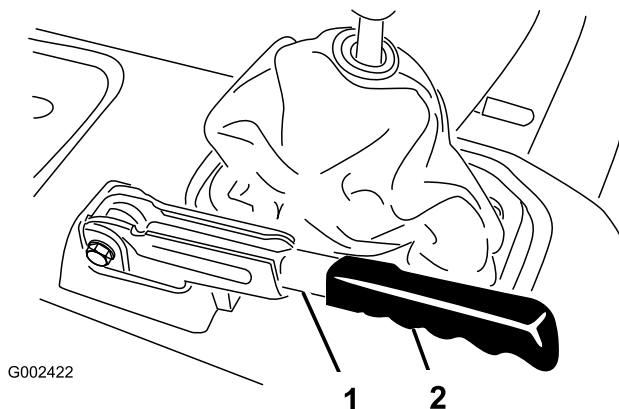

Figure 60
1. Enlevez la poignée en caoutchouc du levier de frein de stationnement (Figure 60).